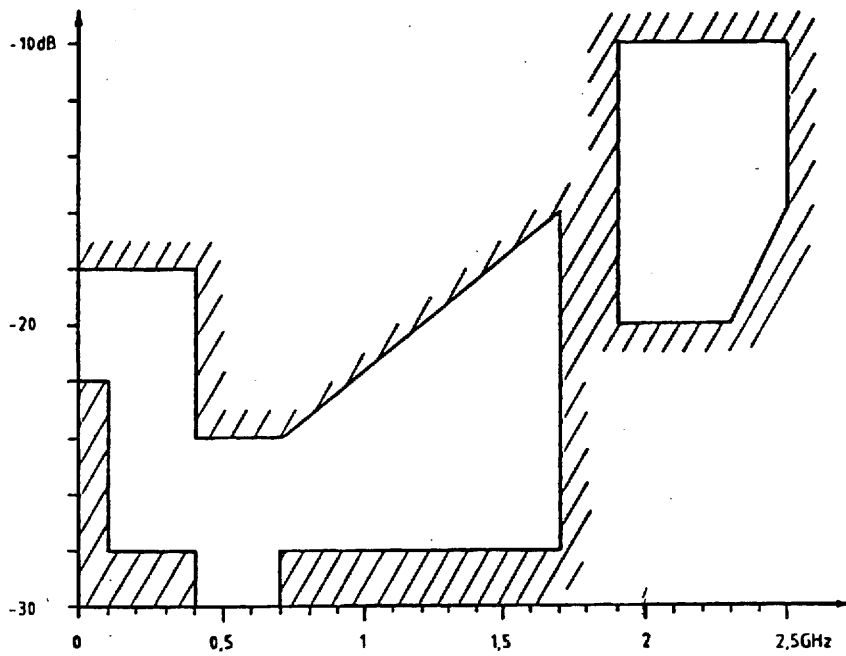

Bild 5-2 Pegeltoleranzschema für die Auskopplung zur Synchronisation bei abgeschaltetem Bandpaß
- Detektor an Ausgang X364, Pegel siehe Bild 5-2
- +15 V über 1,27 k Ω anlegen (an X364), Pegel siehe Bild 5-2
Zur Messung des Oberwellenabstandes empfiehlt sich ein Meßaufbau nach Bild 5-2, der bis auf das Dämpfungsglied d für die Bereiche 0,1...20 MHz und 0,4...2500 MHz identisch ist.